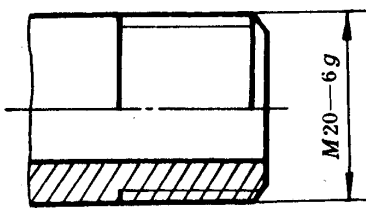
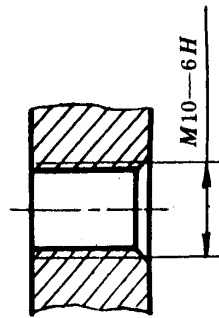

图 14
图 15
4.2 公称直径以 mm 为单位的螺纹,其标记应直接注在大径的尺寸线上(图 14)或其引出线上(图 15~17)。